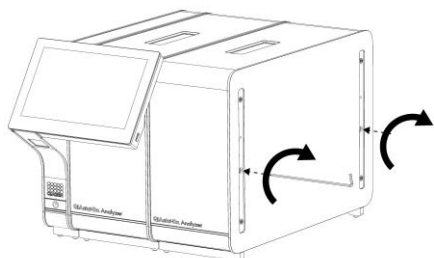

Figura 16. Allineamento e collegamento del modulo analitico aggiuntivo.
4. Allineare il modulo analitico aggiuntivo con il modulo analitico esistente. Serrare le viti con lo strumento di assemblaggio del modulo analitico/operativo fornito con il QIAstat-Dx Analyzer 1.0 (Figura 16, pagina successiva).